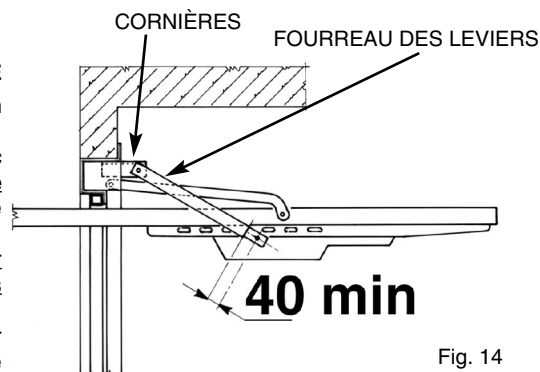

Fig. 14
- En se servant de rivets ou de vis, fixer les cornières sur le châssis supérieur, en se conformant aux dimensions indiquées dans la Fig. 15. Visser les fourreaux des leviers aux cornières. N.B.: La longueur des FOURREAUX DES LEVIERS devra être modifiée en fonction de la hauteur de la porte. Il est donc indispensable de raccourcir aussi bien le fourreau que plateau du levier, de façon à ce que le fourreau puisse se trouver à une distance d'environ 4 cm du centre du pivot d'entraînement (Fig. 14), lorsque la porte est ouverte.